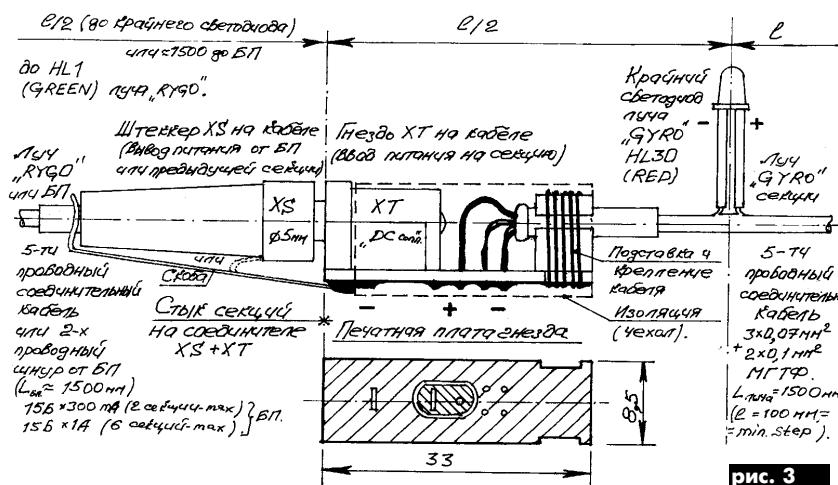

рис. 3
В середине секции (рис.1) включают программный переключатель, позволяющий реализовать различные варианты световых эффектов простым и недорогим способом. Конструктивно изготовление одной секции выглядит так. Программируемый переключатель на 6 каналов выполнен на небольшой плате размерами 22,5x88 мм из фольгированного стеклотекстолита толщиной 1,5 мм. С торцов к плате подключают кабели ("лучи" секции, расходящиеся в разные стороны от переключателя). Каждый "луч" состоит из цепочек светодиодов трех цветов: красного (R), зеленого (G) и желтого (Y), переплетенных между собой с чередование цветов. "Лучи" отличаются друг от друга чередованием цветов и обозначены GYRO (левый) и RYGO (правый). Для гибкости применены провода марки МГФ сечением 0,07 мм для контактов "+" светодиодов (R, G, Y) и сечением 0,1 мм для проводов питания (0 и +) (рис.2). На рис.3 показан чертеж узла стыка секций.